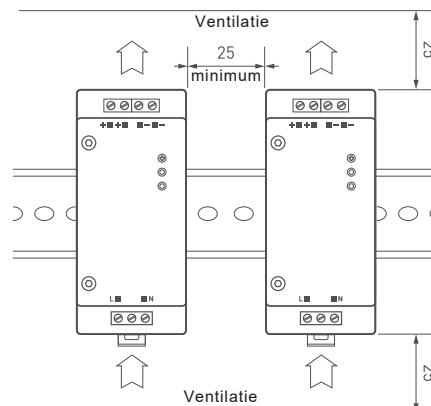

FIG. 2. Aanbevolen locatie voor voedingsbron en luchtcirculatie
4.2. Om de bedrijfstemperatuur op peil te houden, moet u ten minste 20 cm vrije ruimte rond de voeding voorzien (zie afbeelding 2). Indien nodig, gebruik dan geforceerde ventilatie.